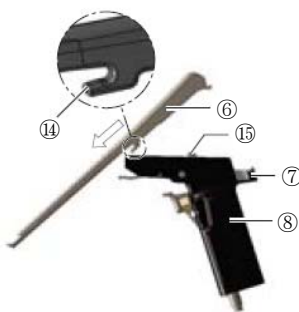

図 5
- (4) シース⑥のフック⑭をハンドル⑧に矢印の方向へ装着する（図 5）。